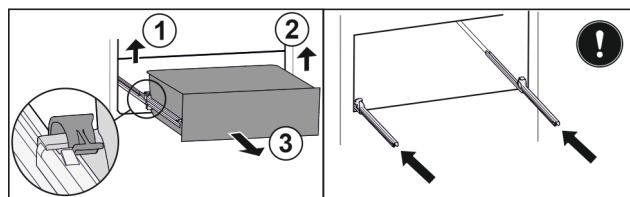

Fig. 37\*
- ▶ Soulever la bride de serrage gauche et tirer dans le même temps le tiroir sur la gauche vers l'avant Fig. 37 (1).\*
- ▶ Soulever la bride de serrage droite et tirer dans le même temps le tiroir sur la droite vers l'avant Fig. 37 (2).\*
- ▶ Retirer le tiroir par l'avant Fig. 37 (3).\*